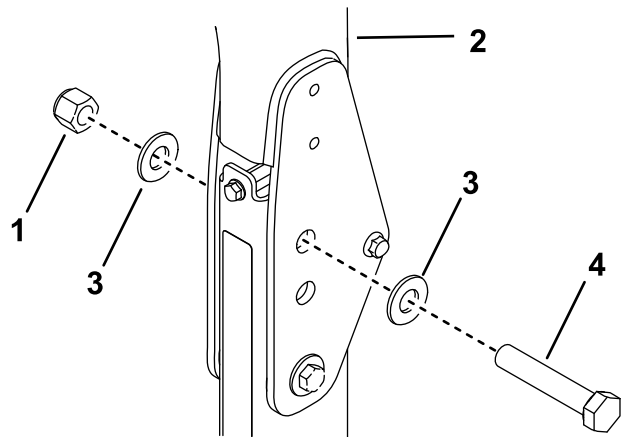

Figura 34
2. Insira uma anilha (13/16 pol. x 1½ pol.) em cada parafuso (¾ pol. x 4 pol.), como se mostra na Figura 34.
3. Nos furos de onde removeu os pinos, instale os parafusos e as anilhas (Figura 34).
4. Instale outra anilha em cada parafuso e prenda com porcas de ¾ pol. como se mostra na Figura 34.